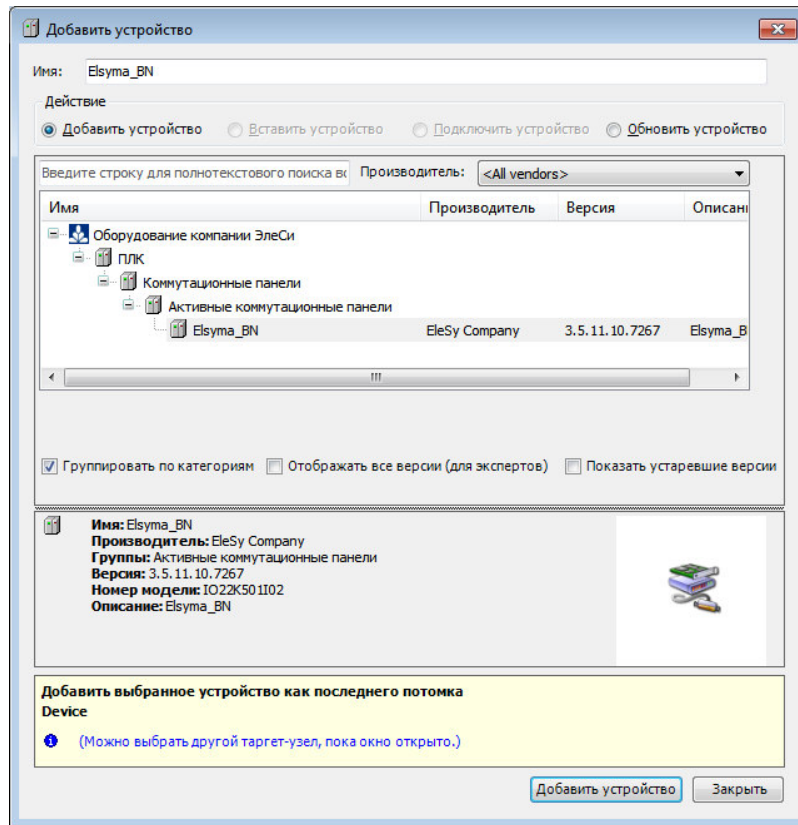

Рисунок 5.6 - Окно добавления устройств
2. В окне «Добавить устройство...» найти группу «Устройство». В поле **Производитель:** следует выбрать *EleSy Company* и выбрать устройство *Elsyma\_BN* после чего нажать кнопку «Добавить устройство...» (рисунок 5.6).